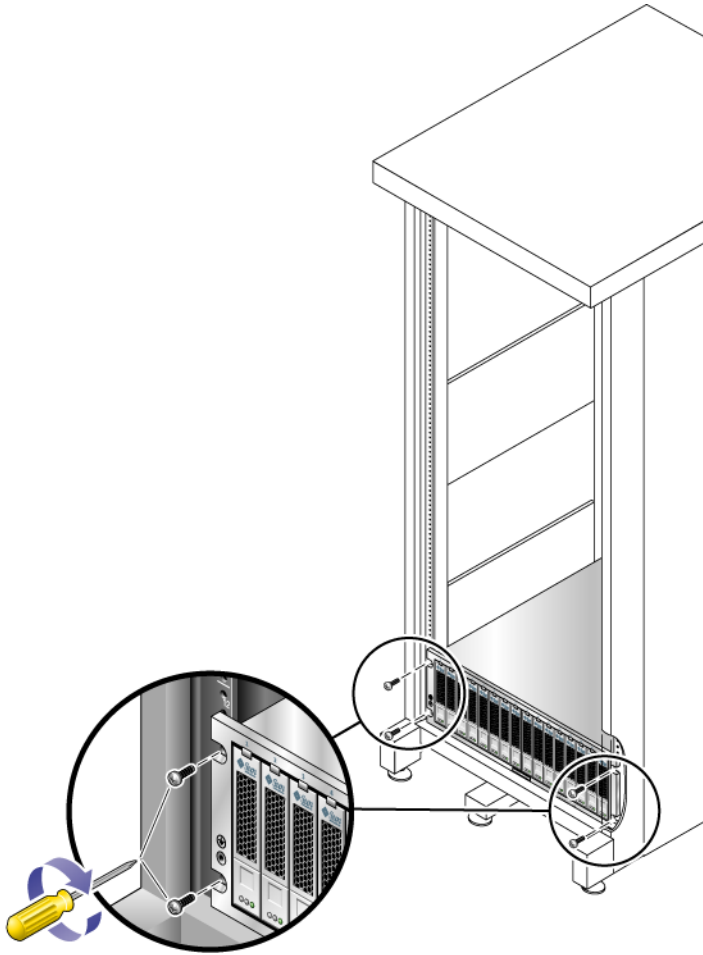

FIGURA 2-10 Fijación de la unidad a la parte delantera del armario
3. Utilice el destornillador Phillips del 3 para introducir y apretar cuatro tornillos M6 (dos a cada lado) a fin de fijar la bandeja al frontal del armario (FIGURA 2-10).